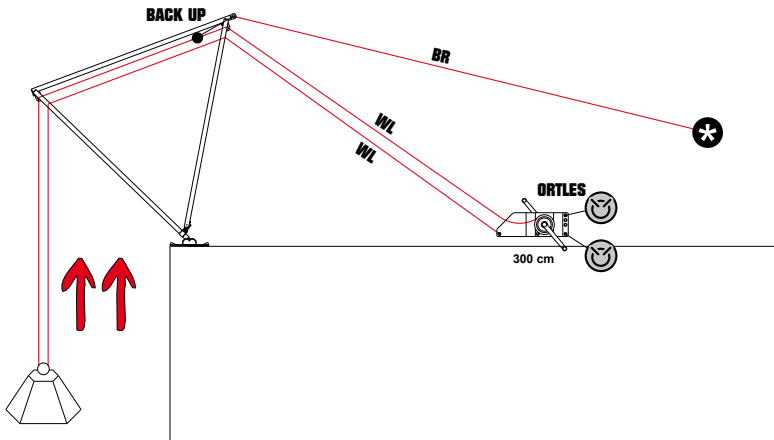
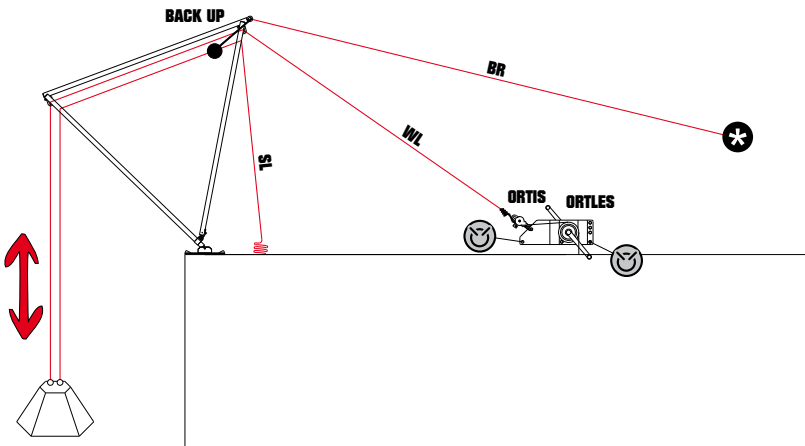

fig. 15
fig. 16
- descente et récupération avec corde simple (fig. 15) et à double (fig. 16),